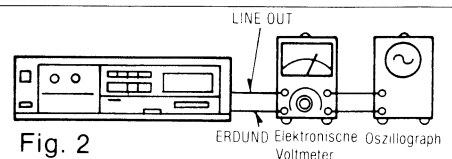

Fig. 2
1. Den Meßaufbau zeigt Fig. 2.
- Den Meßaufbau zeigt Fig. 2.
1. Den meßaufbau zeigt Fig. 2.